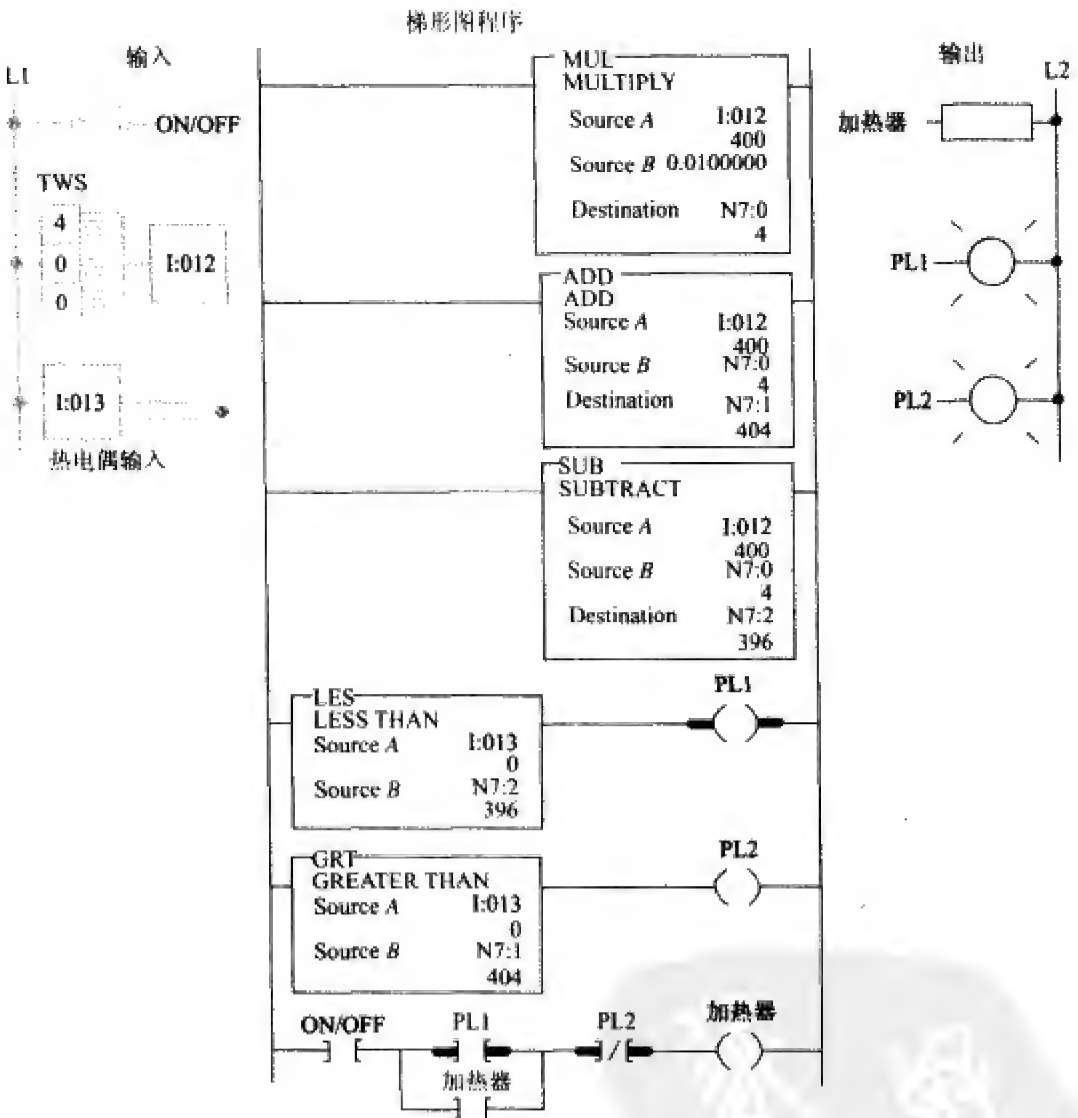

图 11-8 炉温控制程序
图 11-8 为用 Allen-Bradley PLC-5 和 SLC-500 乘法指令实现的炉温控制程序。在这个程序中，PLC 计算设定值的高、低死区或通/断限制。不论设定值为多大，高、低限制自动设为设定值的  $\pm 1\%$ 。温度的给定值通过指轮开关调整。一个模拟量热电偶接口模块用于监视当前的炉温。因此当炉温下降到 396°F 电子加热器接通，并保持直到温度上升到 404°F 以上。如果温度给定值改为 100°F，死区允许范围为仍旧是  $\pm 1\%$ ，即下限为 99°F，上限为 101°F。存储在字 N7:1 中的数据代表温度上限，存储在字 N7:2 中的数据代表温度下限。
(1) I:012 (2) N7:1
3. 参考图 11-8 的炉温控制程序, 回答下列问题: